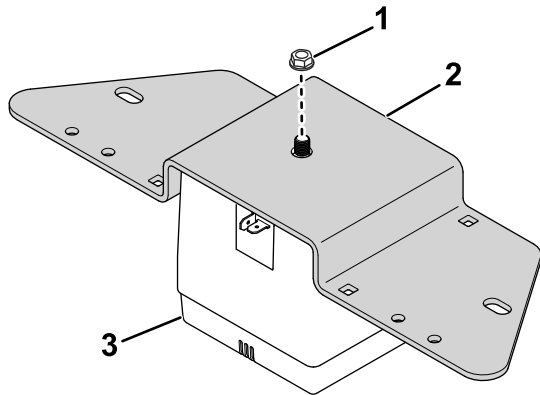

Figura 25
13. Utilice la tuerca existente del claxon para sujetar el claxon al soporte de montaje (Figura 25).